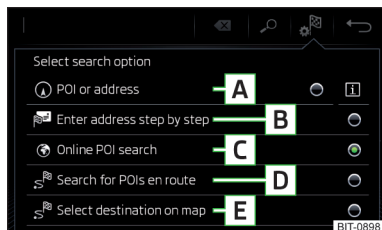

Fig. 221
Suprafețe de comandă funcții » fig. 221
- Apoi atingeți suprafața de comandă funcții a uneia dintre opțiunile de meniu pentru căutarea destinației **A**, **C** sau **D** » fig. 221 la pagina 189.
- ▶ Apoi atingeți suprafața de comandă funcții **[B]** → **[E]** » fig. 221 la pagina 189.